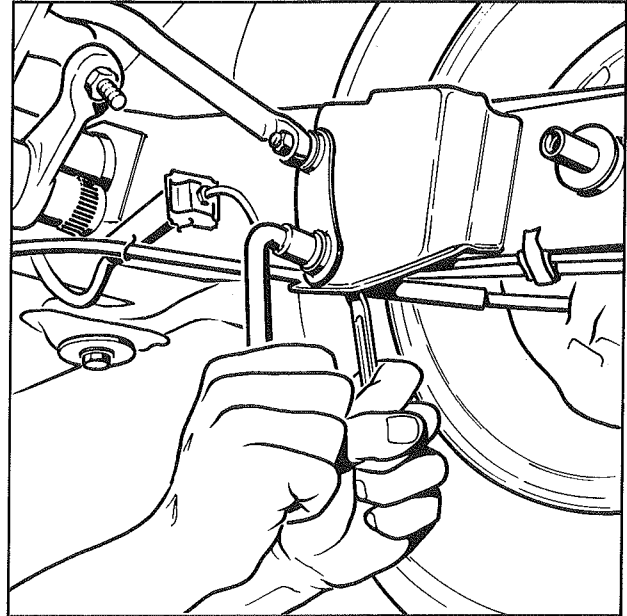

Fig. 5
- Déposer les vis de fixation des tirants de barre stabilisatrice (Fig. 5)